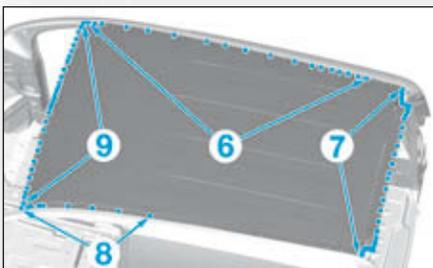

FIG. 128
- par points électriques en (6), (7), (8) et (9) (Fig.128),